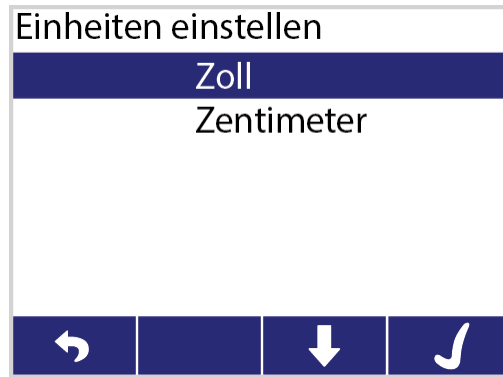

Abbildung 40: Menü für die Einheitenauswahl
3. Durch Drücken der Pfeil-Bildschirmstasten die gewünschte Einheit hervorheben und dann zum Einrichten des Einheitenmodus die Häkchen-Bildschirmtaste drücken (Abbildung 40).